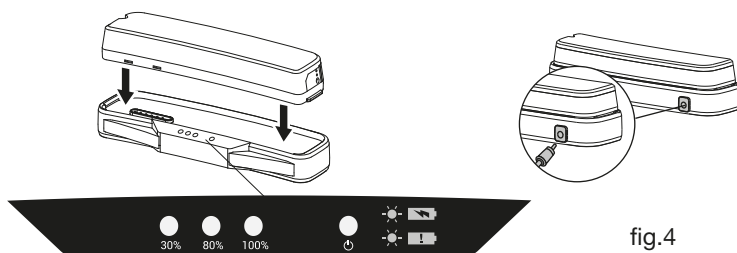

fig.4
- Insérez la batterie verticalement dans la base du chargeur et branchez-la sur le secteur. Le voyant 100 % s'allume pour indiquer que le système est complètement chargé (voir fig. 4).
1 indicateur latéral droit : vert pour une charge normale, rouge pour un problème de boîtier de batterie (voir fig. 4).